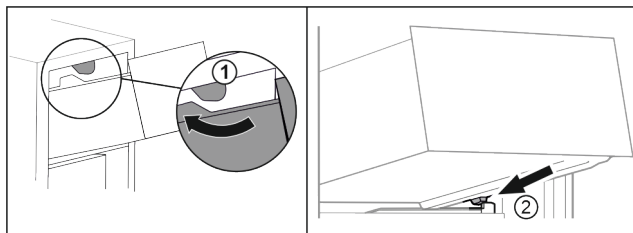

Fig. 73
- Umetnite ladicu oko gornjih zaustavljača. Fig. 73 (1)
- Stavite ladicu ukoso iza donjih zaustavljača na žlijeb spremnika. Fig. 73 (2)